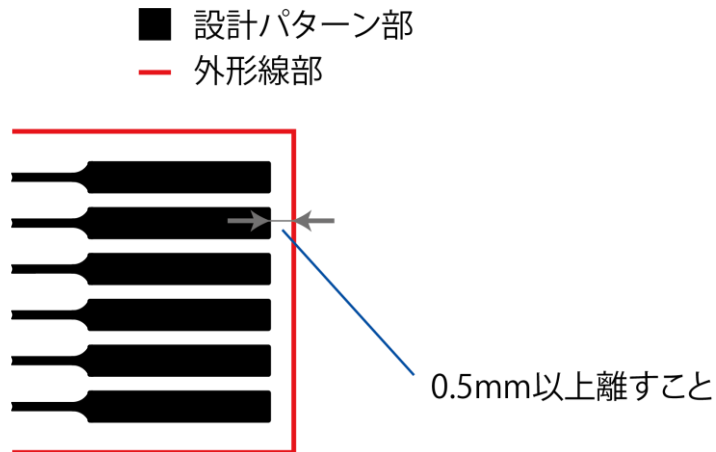

図 4-1 外形線作成の注意点
4. 図 4-1 に示す通り、外形線とパターンが 0.5mm 以上離れていることをご確認ください。外形はレーザーカットにより加工するため、レーザーカット部とパターンが近いとパターンが焼けたり露出してしまったりする危険性があります。